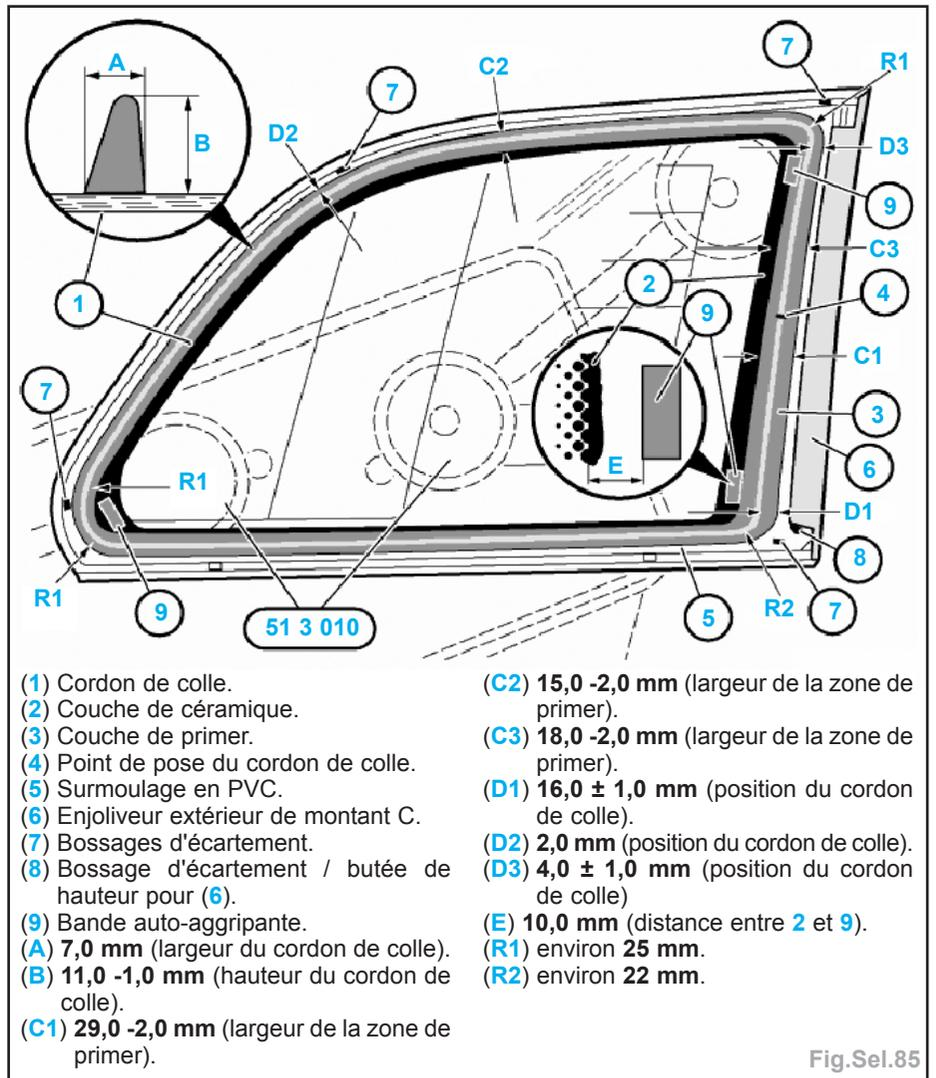

Fig.Sel.85
- Collage de la glace de custode (fig.Sel.85).